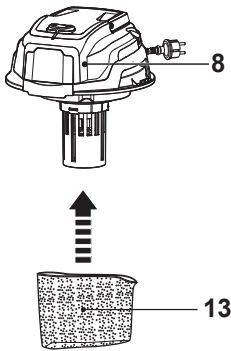
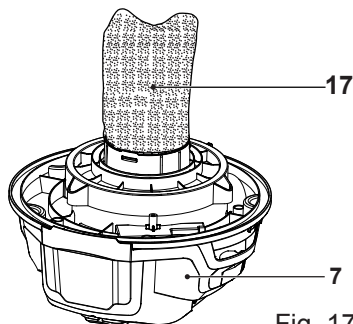

Fig. 8
Fig. 17
**i** **NOTA:** Certifique-se de que o filtro do cartucho (18) e o saco de pó (19) NÃO são utilizados para aspiração húmida.
- > Deslize a manga de espuma (17) na unidade do motor (7) (Fig. 8). Certifique-se de que assenta bem na posição. Consulte a Fig. 17.
Utilize a manga de espuma (17) durante as operações de aspiração húmida (Fig. 17). Operar o produto sem a manga de espuma (17) pode danificar a unidade do motor.
- > Inspeccione a manga de espuma (17) com regularidade. Substitua-o filtro por um filtro novo, se necessário.
- > Lave a manga de espuma (17) com frequência, com água limpa. Não aguarde até que a manga esteja totalmente suja. Recomendamos que inspeccione a manga quando o produto não alcançar uma potência de sucção suficiente.